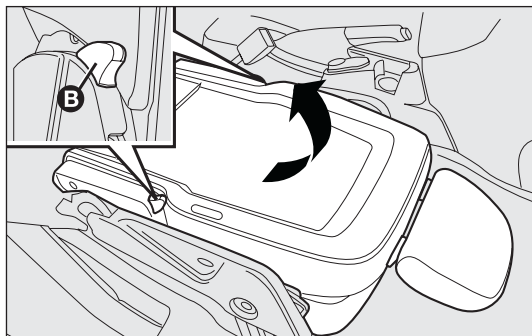

fig. 26
- ❑ agir sur les leviers B-fig. 26 et lever encore le siège vers le haut.